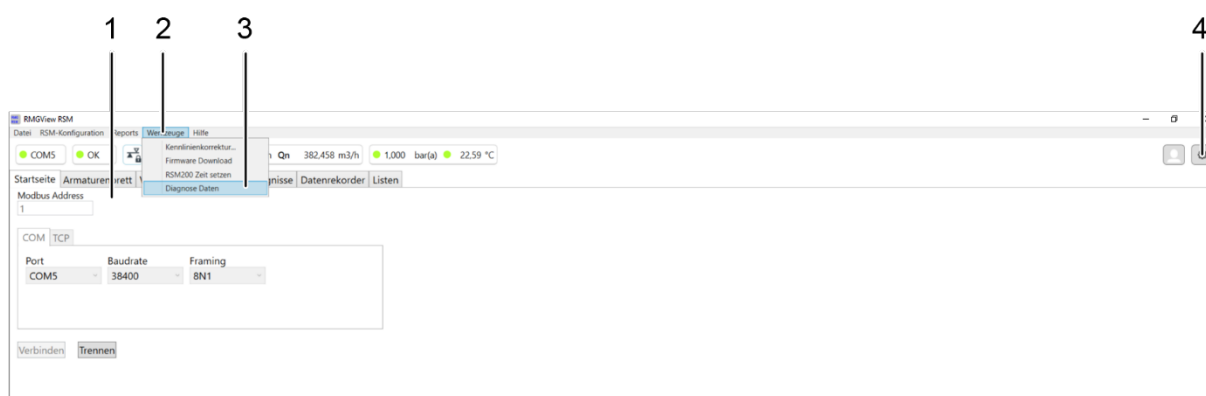

Abbildung 28: Startbildschirm RMGView^{RSM}
1. Öffnen Sie den Startbildschirm des RMGView^{RSM} (Abbildung 28, Pos.1) wie in Abschnitt 6.5.1 beschrieben.
2. Wählen Sie den Reiter **Werkzeuge** (Abbildung 28, Pos. 2) aus. Es öffnet sich ein Auswahlmennü.
3. Wählen Sie **Diagnose Daten** (Abbildung 28, Pos. 3) aus, es öffnet sich das zugehörige Fenster.
Die Anzahl der Maintenance-Datensätze kann verändert werden, indem die Schaltfläche **Einstellungen** (Abbildung 28, Pos. 4) betätigt wird. Es öffnet sich das zugehörige Fenster (vgl. Abbildung 30).